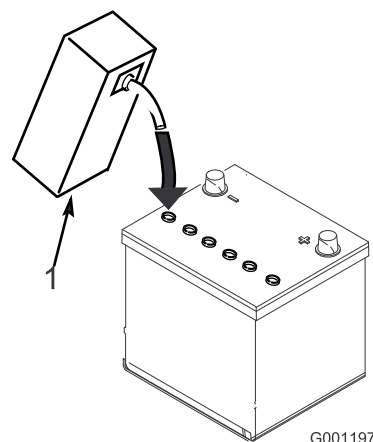

図 4
3. 各セルに慎重に電解液を満たす。電極板が 6 mm 程度水没するぐらいが適当 (図 4)。
4. 電極板が液を吸収するまで20~30分間程度待つ。必要に応じて、電極板が 6 mm 程度水没するぐらいに電解液を補充する (図 4)。